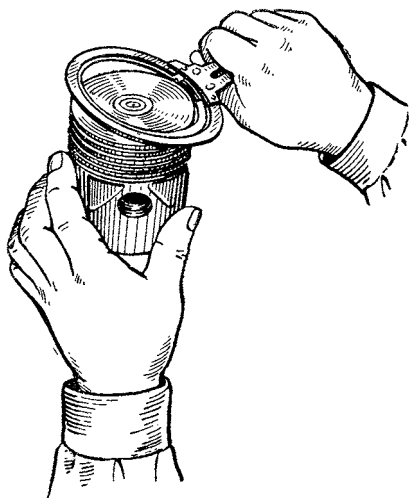

Рис. 54. Снятие поршневых колец специальным приспособлением для снятия и установки колец
6. Снять поршневые кольца с поршня (рис. 54) с помощью приспособления для снятия и установки колец.